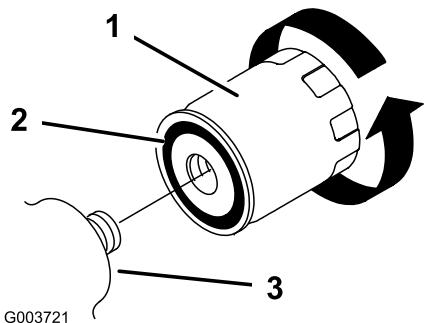

Figure 40
6. Enlevez le filtre à huile usagé (Figure 40) et essuyez la surface de l'adaptateur.
7. Appliquez une fine couche de liquide hydraulique sur le joint en caoutchouc du filtre de rechange (Figure 40).
8. Montez le filtre de rechange sur l'adaptateur (Figure 40). Tournez le filtre dans le sens horaire jusqu'à ce que le joint rejoigne l'adaptateur, puis donnez 1/2 de tour supplémentaire.